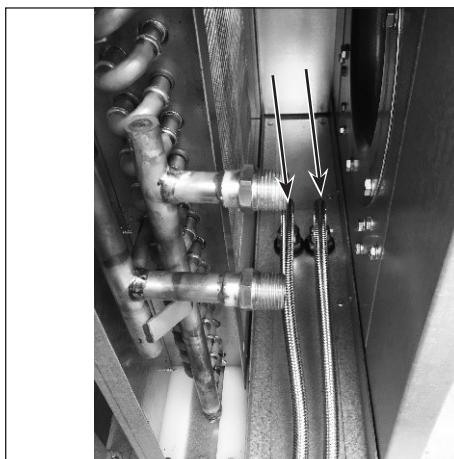

Fig. 12
3. Installer les raccords de la batterie de chauffe (voir fig. 12). Utiliser la méthode du contre-serrage pour éviter tout dommage.